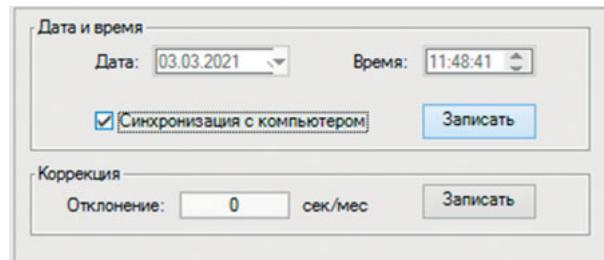

Рисунок 33. Синхронизация времени
6. Перейти на вкладку «Прибор» -> «Настройки прибора» -> «Часы». Подтвердить синхронизацию времени с компьютером, поставив маркер в нужном окошке. Нажать на пиктограмму клавиши «Записать», см. Рисунок 33.